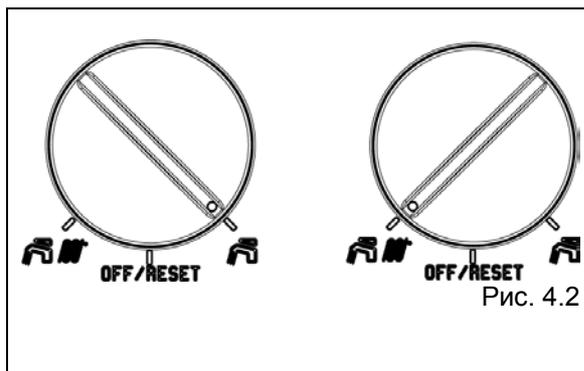

Рис. 4.2
- подайте электропитание на котел и установите переключатель режимов работы в положение «лето»  или «зима»  (рис. 4.2) в зависимости от того, какой режим работы вам нужен.
Для того чтобы возобновить работу котла, переведите переключатель режимов работы в положение "OFF RESET" (рис. 4.5), подождите 5 – 6 секунд, после чего вновь переведите переключатель функций в нужное положение: «лето» или зима» (рис. 4.2).